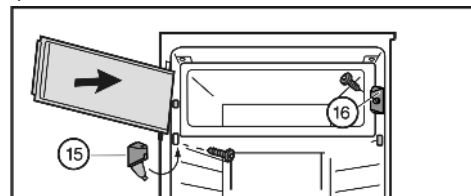

Fig. 8
- Montirajte zatvarač Fig. 8 (16).
- Montirajte podložak ležaja Fig. 8 (15) i zatvorite poklopac.